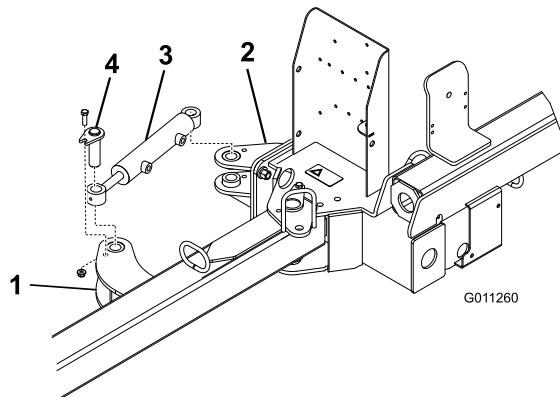

Figura 6
- Fixe cada extremidade do cilindro hidráulico a uma patilha do acionador com um pino, um parafuso (¾ pol. x 1¼ pol.) e uma porca flangeada (¾ pol.) (Figura 6).